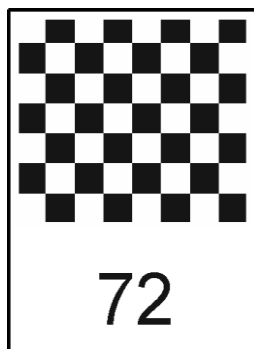

Рисунок 16 — Настройка контраста
- нажатием кнопки $\leftarrow$ войти в подменю и кнопками $\uparrow$, $\downarrow$ выбрать желаемое значение контраста (рисунок 16);